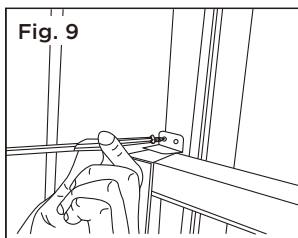

Fig. 9
- C. Para instalar la baja hoja inferior en un lugar correcto, coloque bien el bloqueo de la hoja ángulo con tornillos de 3/4" (19mm) o 1/2" (12.7mm) como se muestra (Fig. 9).